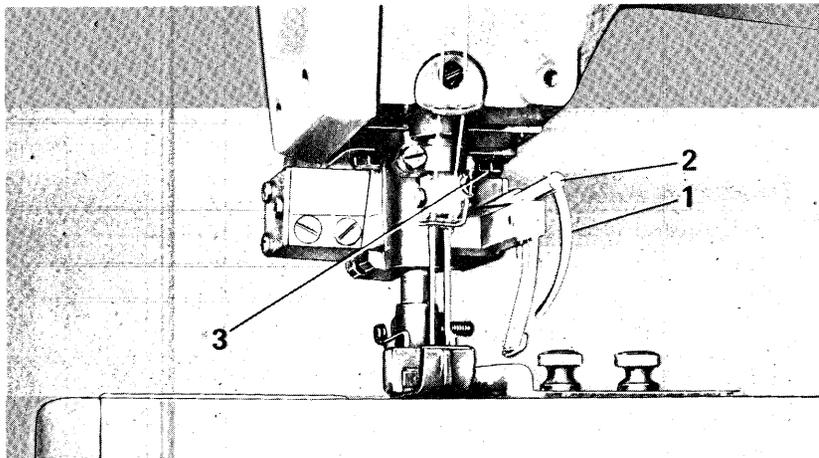

Fig. 15
L'appinzatore del filo dell'ago (o degli aghi) 1 fig. 15 ha la funzione, a taglio dei fili eseguito, di agganciare il filo dell'ago (o degli aghi) e di appinzarlo superiormente, al fine di permettere la rimozione del semilavorato e l'inizio di una nuova cucitura senza salto dei punti. La verifica del movimento e del posizionamento dell'appinzatore (da effettuarsi con apparecchiatura non collegata alla linea d'aria compressa) va fatta nel seguente modo:
- A macchina non infilata portare il gancio nella posizione di fine corsa verso destra e verificare che l'astina 2 fig. 15 non tocchi la vite 3.
- Per spostamenti orizzontali avanti e indietro allentare le due viti 3 fig. 15.